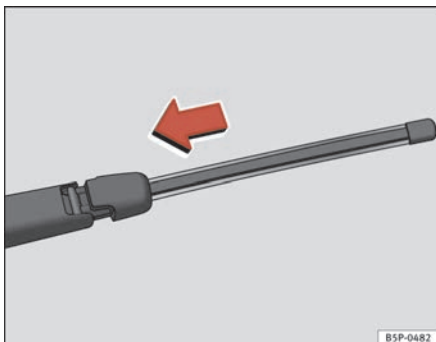

Abb. 163 Heckwischerblatt einsetzen
- Richten Sie das Wischerblatt wie in ⇒ Abb. 163 aus und verschieben Sie den Adapter, bis er einrastet.